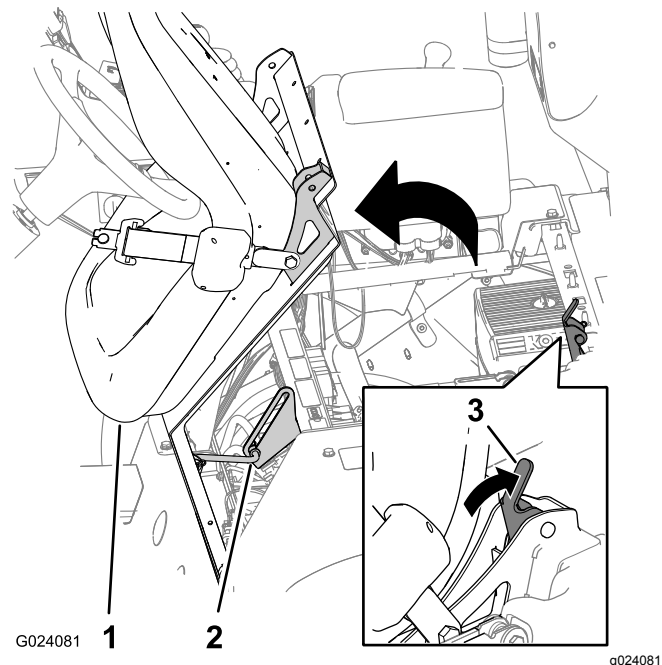

Figura 1
2. Desenganche el asiento empujando hacia atrás la palanca de enganche del asiento (Figura 1).
3. Gire el asiento y la chapa del asiento hacia delante, hasta que el extremo de la varilla de sujeción esté en la parte inferior de la ranura del soporte (Figura 1).